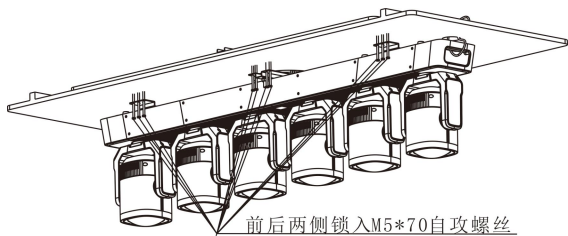

图8
9.调整灯具方向在合适的位置后，取 M5*70 自攻螺丝把灯具固定到天花板上，如图 8；